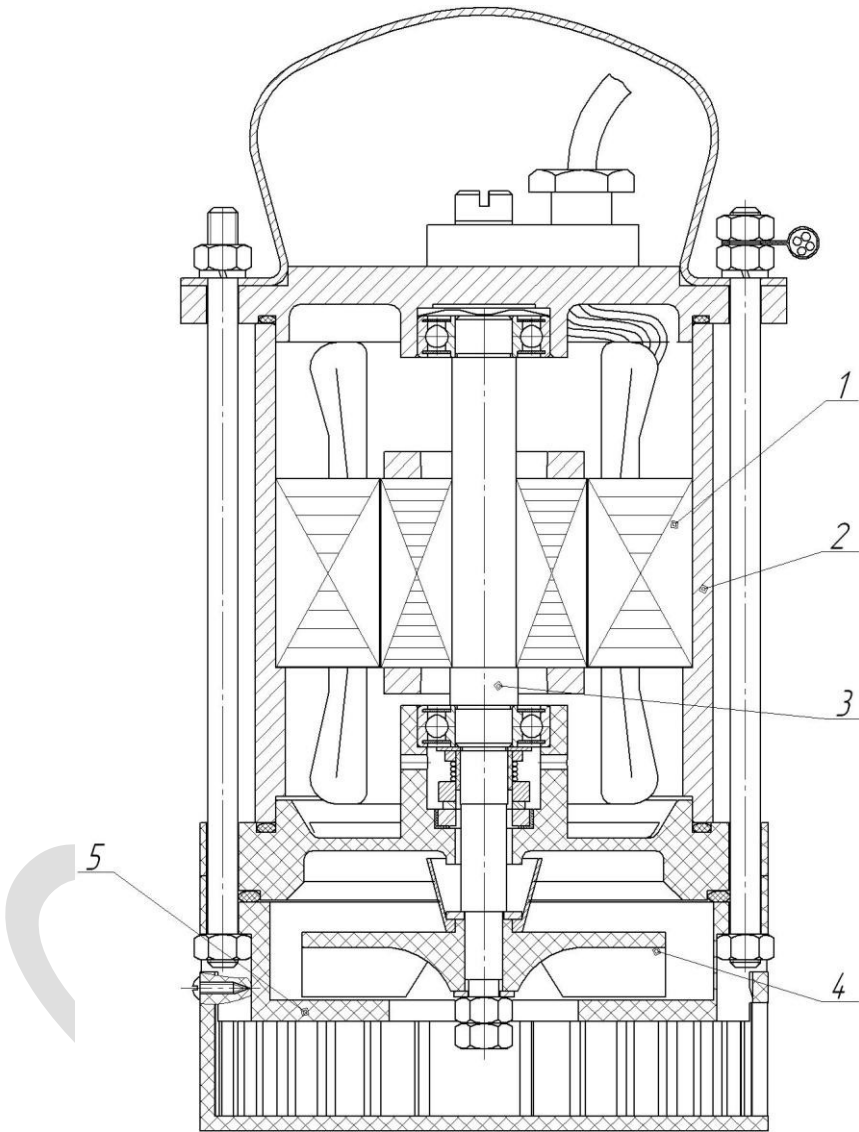

Рис. 2
4. УСТРОЙСТВО И ПРИНЦИП РАБОТЫ (Рис.2)
СТАТОР (рис. 2, поз.1) – прессованный активный пакет железа, заключенный в гильзу (поз.2).